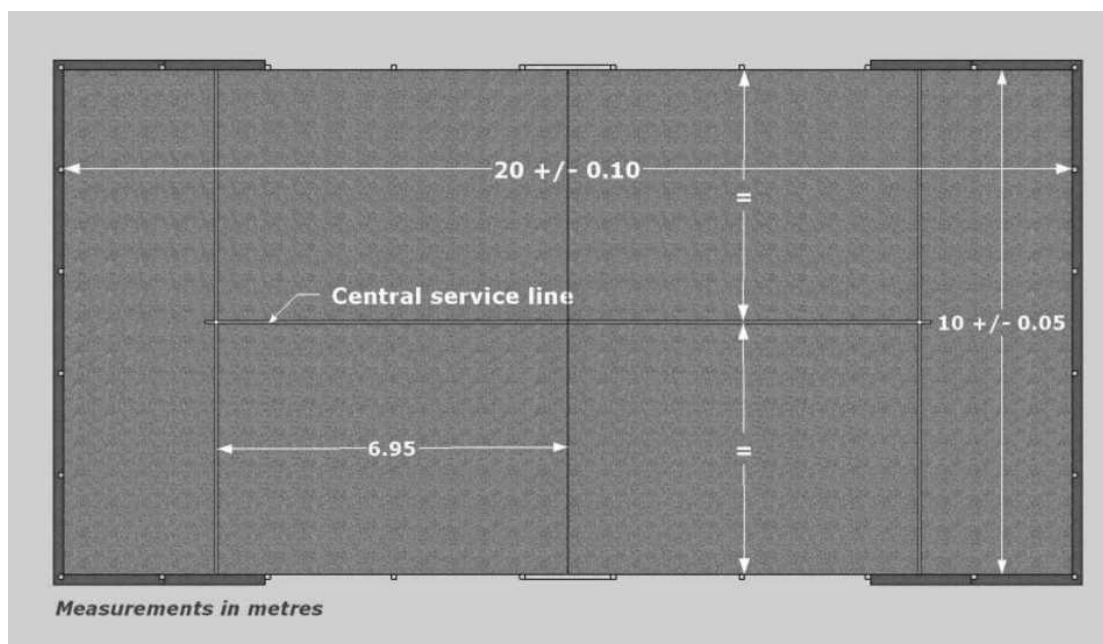

Figura 3 Tamaño del plano del sitio y diseño de la línea fronteriza
1.1.1.3 El diseño del plano y las líneas fronterizas de la corte deben ser absolutamente simétricos. Todas las líneas de borde tienen 5 cm de ancho y el color de las líneas es blanco, que debe estar en marcado contraste con el color del césped, ver Figura 3.